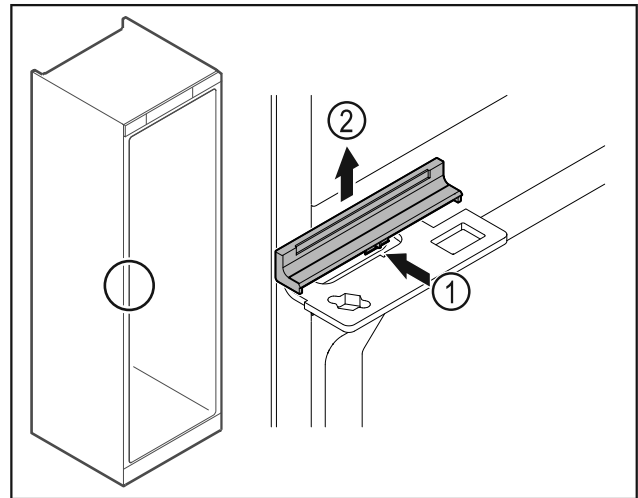

Fig. 47
- ▶ Finoman nyomja be a közepén a burkolatot Fig. 47 (1), és felfelé vegye le Fig. 47 (2).